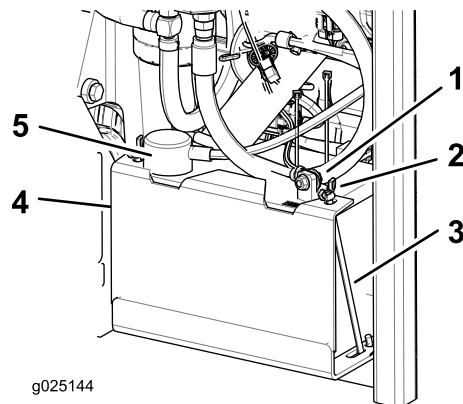

Figure 47
3. Débranchez le câble négatif (noir) de la borne négative (-) de la batterie (Figure 47).
4. Enlevez le capuchon rouge de la borne positive (rouge) de la batterie et débranchez le câble positif (+) (Figure 47).
5. Retirez les écrous à oreilles qui fixent les crochets en J (Figure 47).
6. Déposez la barrette de maintien (Figure 47).
- Placez la batterie dans son support en tournant les bornes à l'opposé du réservoir hydraulique (Figure 47).
- Fixez les câbles avec 2 boulons, 2 rondelles et 2 contre-écrous (Figure 47).
- Reposez la barrette de maintien et fixez-la avec les écrous à oreilles et les crochets en J (Figure 47).